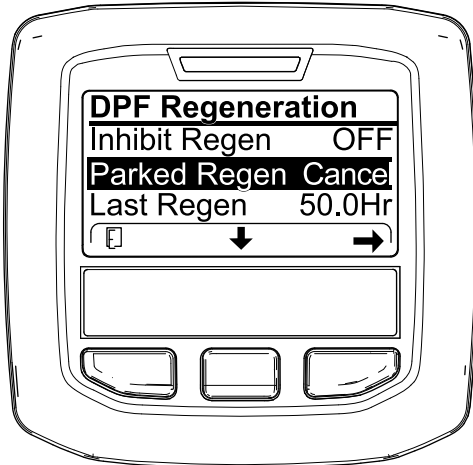
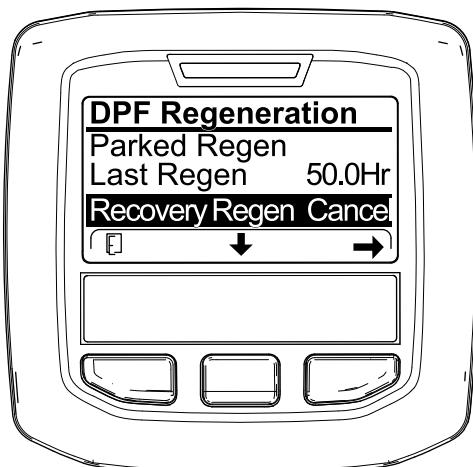

Figura 60
Figura 61
1. Accedete al menu DPF Regeneration (Rigenerazione FAP) (Figura 60).
2. Premete il pulsante centrale per scorrere il menu verso il basso fino all'opzione PARKED REGEN CANCEL (Figura 60) o all'opzione RECOVERY REGEN CANCEL (Figura 61).
3. Premete il pulsante destro per selezionare la voce Cancel relativa alla rigenerazione (Figura 60 o Figura 61).